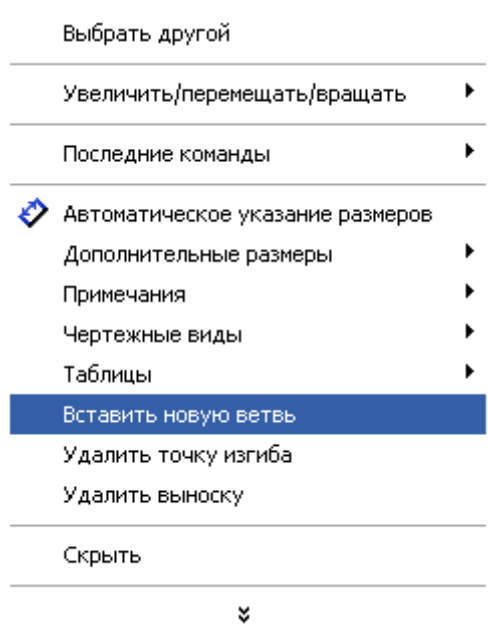

Рис. 23
- нажмите правой кнопкой мыши на точке излома выноски: с помощью команд появившегося контекстного меню вы можете вставить новую ветвь, а также удалить точку изгиба или всю выноску (рис. 23);